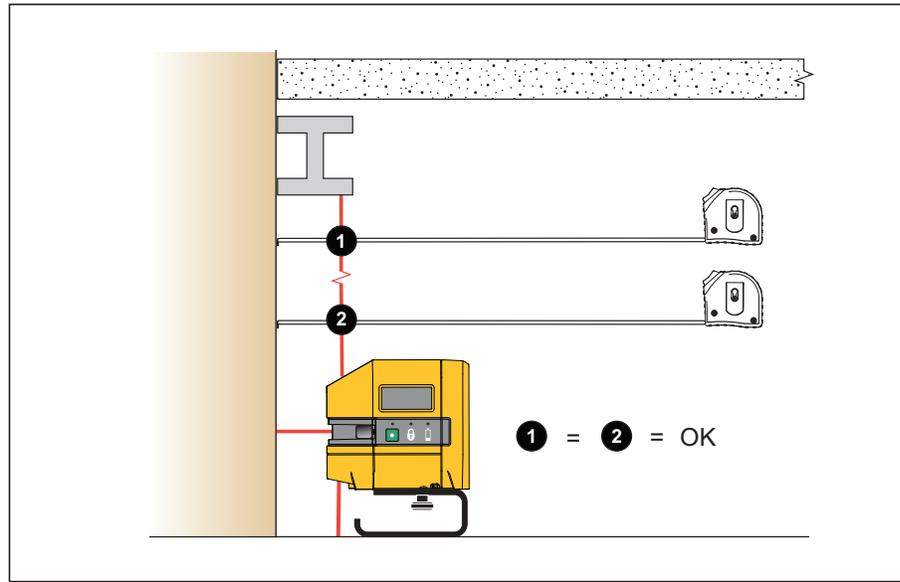

Abbildung 5. Prüfung der lotrechten Position eines vorhandenen Elements
2. Den Abstand vom Element zum Laser in verschiedenen Abständen vom Produkt messen. Siehe Abbildung 5.